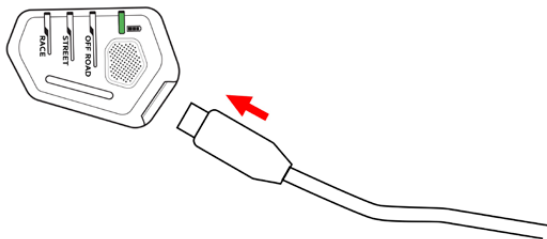

図13：システム再充電中のバッテリー残量LED（3d）の点滅
システムには、タイプC USB充電ケーブル (7) が付属しています。システムを充電するには、ユーザーはシステムに付属の標準タイプC USB充電ケーブル (7) をLEDディスプレイ (3) にあるタイプC USB充電ポート (3e) に接続する必要があります。充電が完了すると、LEDディスプレイ (3) は、第8項「LEDディスプレイ (3) の表示概要」に記載された説明に従って、図13に示すように、バッテリーレベル LED (3d) は異なる色で点滅します。最初に使用する前に、システムを完全に充電してください。